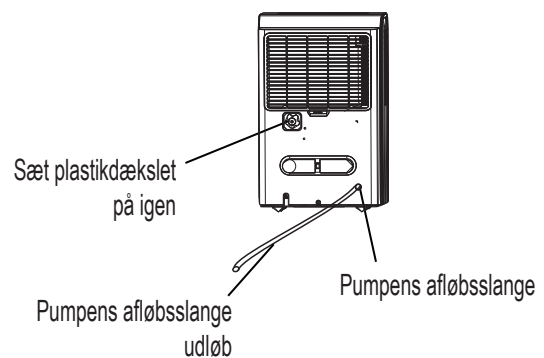

Fig. 11
- Fjern den kontinuerlige afløbsslange fra enheden og monter plastdækslet på enhedens kontinuerlige afløbsslange udløb ved at dreje med uret. (Se Fig.11)
- Nulstil pumpens afløbsslange ind i pumpens afløbsslange udløb for mindst 15 mm dybde (Se Fig.11), og før vandslangen til gulv afløb eller et egnet dræningsanlæg.